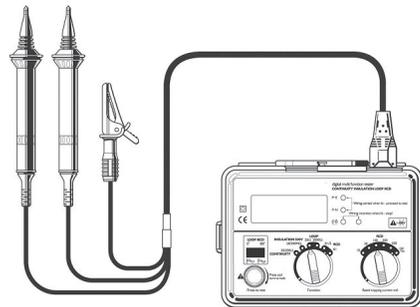

Fig 11
- Connectez le cordon de mesure du tableau de distribution (consultez la fig. 11 ci-dessus) à la prise IEC de l'appareil.
Remarque : Si vous testez le RCD au niveau du tableau de distribution, connectez les cordons de mesure du tableau de distribution (voir la figure 11) à la place du cordon de secteur. Remplacez les sondes de test rouges et noires par des pinces crocodile le cas échéant. Branchez la pince crocodile verte sur la prise de terre ; le cordon neutre noir au neutre et le cordon de test de phase rouge à la phase. Débranchez les cordons de test dans l'ordre inverse à celui de la connexion.